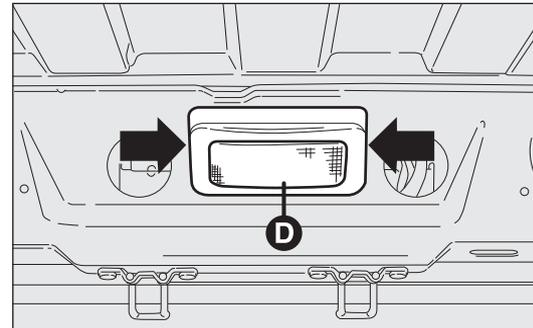
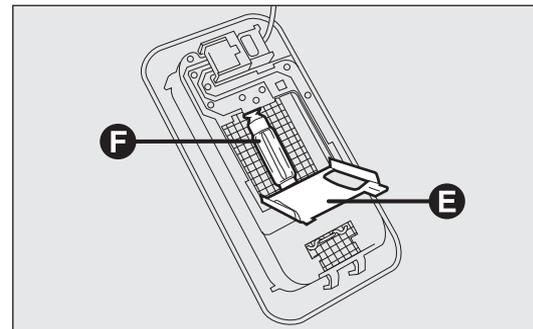

Abb. 207
Abb. 208
- ❑ auf die von den Pfeilen angegebenen Punkte einwirken, und die Innenleuchte D-Abb. 207 entfernen;
- ❑ die Schutzklappe E-Abb. 208 öffnen;
- ❑ die Lampe F-Abb. 208 aus den Seitenkontakten lösen, austauschen und sicherstellen, dass die neue Lampe korrekt zwischen den Kontakten blockiert ist;
- ❑ die Schutzklappe E-Abb. 208 wieder schließen und die Deckenleuchte D-Abb. 207 in ihrem Sitz befestigen und prüfen, dass sie eingerastet ist.